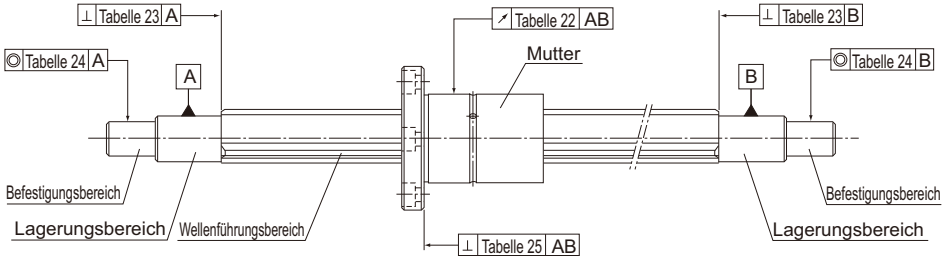

Abb. 9 Punkte für die Genauigkeitsmessung verdrehgesicherter Wellenführungen
Die Genauigkeit verdrehgesicherter Wellenführungen wird in drei Klassen eingeteilt: Normalklasse (ohne Symbol), hochgenaue Klasse (H) und Präzisionsklasse (P). Ausschlaggebend für die Einteilung ist der Rundlauf der Mutter in Bezug zum Lagerzapfen der Keilwelle. In Abb. 9 sind die Messpunkte dargestellt.